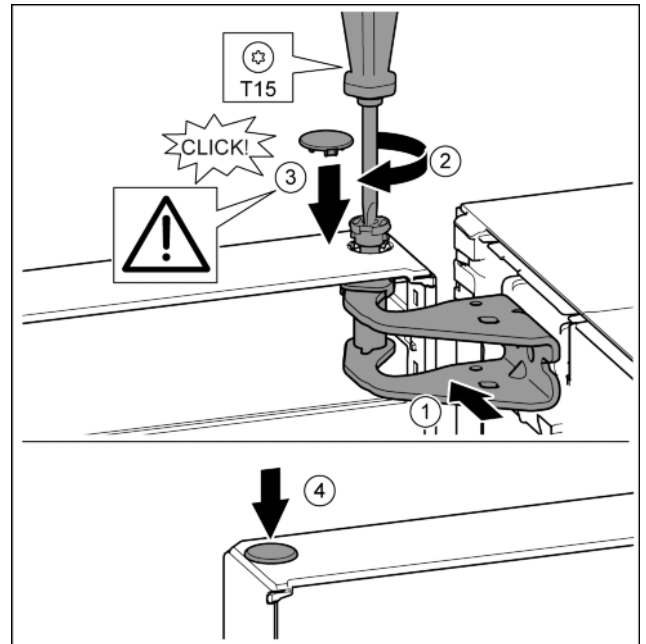

Fig. 15
- ▶ Вирівняйте дверцята зверху по отвору в опорному кронштейні. Fig. 15 (1)
- ▶ Вставте палець та закрутіть за допомогою викрутки T15. Fig. 15 (2)
- ▶ Встановіть захисну кришку для захисту дверцят: вставте захисну кришку і проконтролюйте, щоб вона прилягала до дверцят. Якщо це не так, повністю вставте палець. Fig. 15 (3)
- ▶ Вставте пробку. Fig. 15 (4)